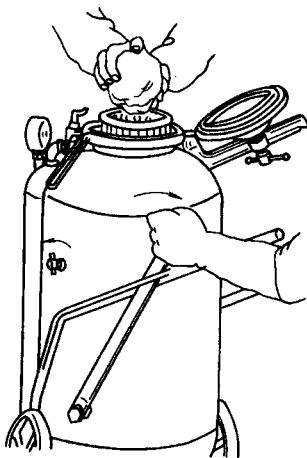

图 1-5
4) 当乙炔气压力不足需添加电石时,应先向上扳动移位调节杆 11,将电石篮 7 提起,并打开溢水阀 2,使发生器内剩余气体的压力降至零,然后再打开盖,加电石,如图 1-5 所示。